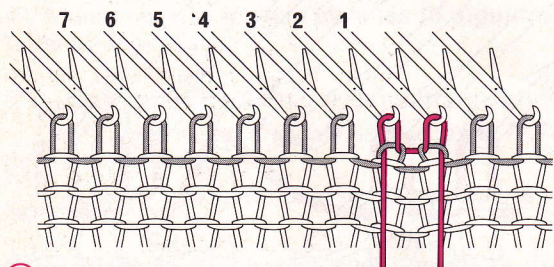

Fig. 168
② Répéter les mêmes opérations avec l'aiguille 2. Une 2^e maille s'est formée (fig. 168).